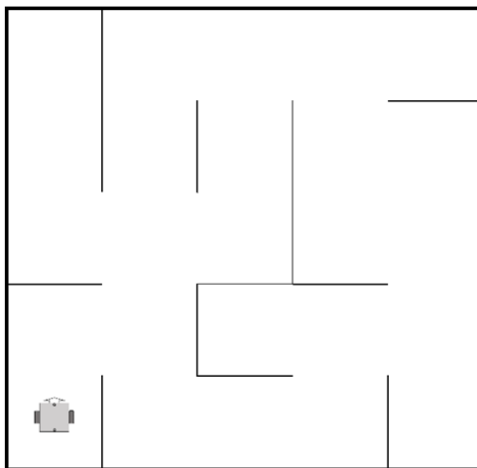

Рисунок 1. Лабиринт.
6. Робот исследует лабиринт (рисунок 1). На первом этапе он проходит по нему по правилу правой руки и останавливается в исходной клетке в стартовом положении. Затем с помощью алгоритма волновой трассировки робот находит кратчайший путь по посещенным клеткам до клетки, которую он еще не посетил, и едет к ней. Если такая клетка не одна, то первой выбирается клетка с ближайшей координатой Y (по вертикали), затем X (начало координат в левом нижнем углу). Оказавшись в ней, робот едет кратчайшим путем по посещенным клеткам до следующей непосещенной клетки и так далее. Посетив все клетки, робот возвращается на старт.